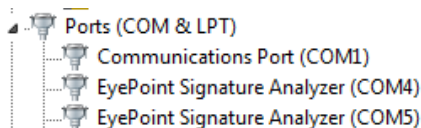

Рисунок 7. Отображение устройств после установки драйвера
- После установки драйвера в разделе устройств «Порты (COM и LPT)» должны появиться два устройства EyePoint Signature Analyzer (Рисунок 7), номера COM портов могут отличаться.